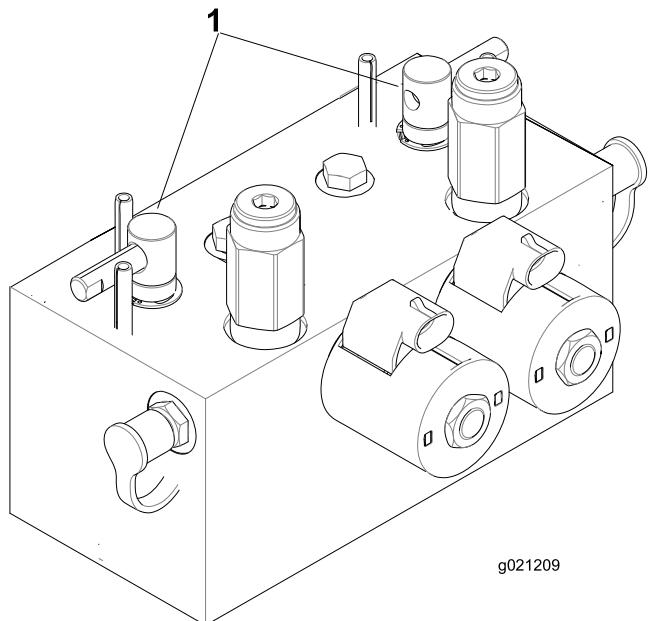

Bild 97
2. Entriegeln und klappen Sie den Sitz hoch, um die Läpphebel frei zu legen (Bild 97).
5. Wählen Sie entweder den vorderen, hinteren oder beide Läpphebel aus, um festzulegen, welche Geräte geläppt werden (Bild 97).